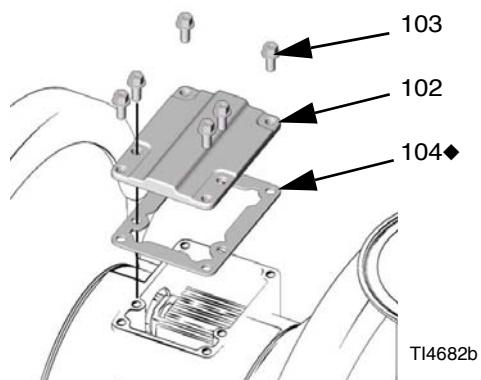

Рис. 6
- Пользуясь звездообразным ключом (T20) или торцовым ключом 7 мм, выкрутите шесть винтов (103), снимите крышку (102) воздушного клапана и извлеките прокладку (104). См. Рис. 6.